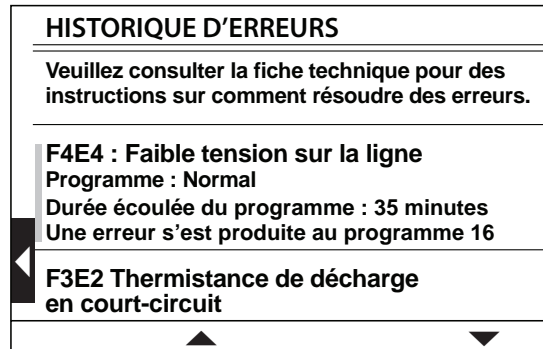

Figure 4 - Écran historique d'erreurs
- **Historique d'erreurs** – Affiche les quatre derniers codes d'anomalie/erreur enregistrés (s'il n'existe aucune erreur, cet élément n'est PAS affiché). Indique le code d'erreur et sa description, l'heure de l'erreur et des informations sur le programme lorsque l'erreur s'est produite. Voir figure 4.